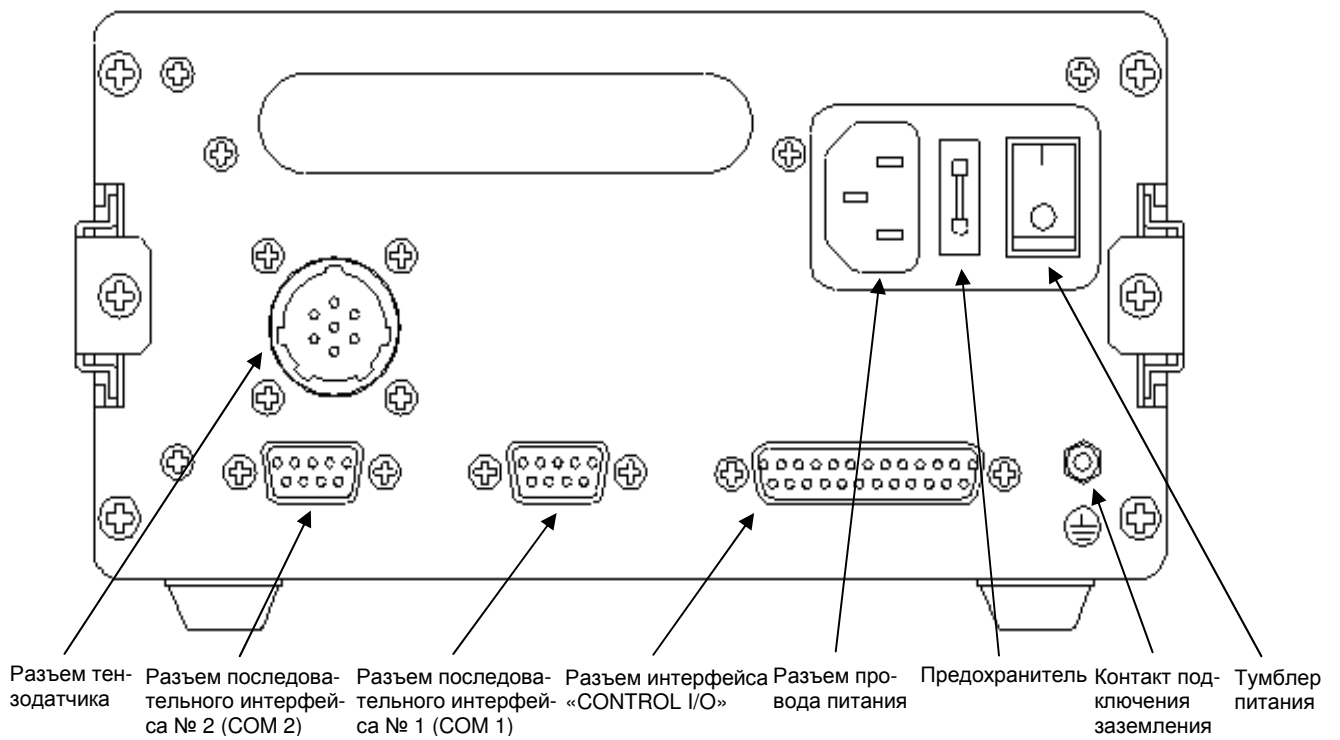

Рисунок 4.4 Задняя стенка и ее элементы
- ❑ Подключите провод питания к разъему питания (см. рисунок 4.4).
- ❑ Включите питание индикатора тумблером питания (см. рисунок 4.4).